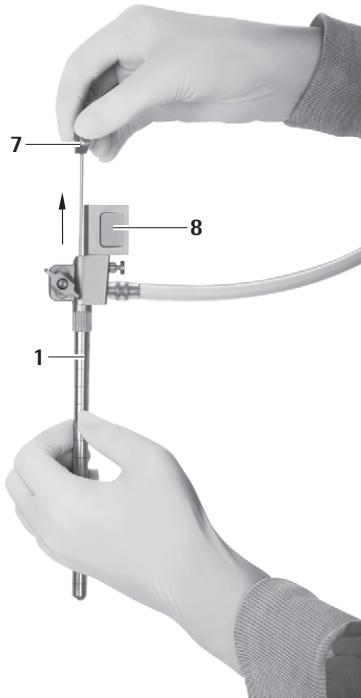

Fig. 9
- ▶ Dra ut obturatorn för oval arbetskanal **7** försiktigt ur MINOP InVent-troakaren **1**, se Fig. 9.